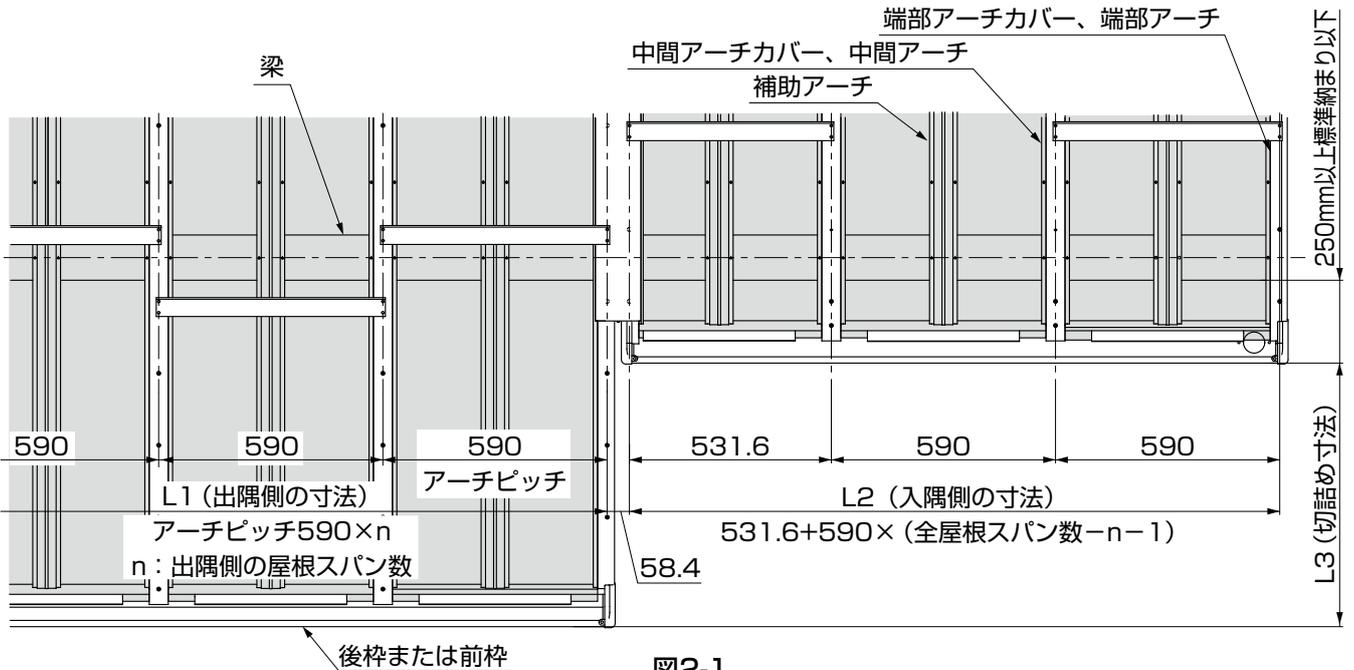

図2-1
- 施工可能寸法表の寸法範囲内で施工してください。(図2-1、表2-1参照)